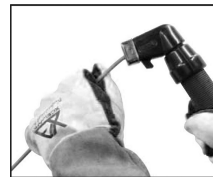

FIGURE 7.
5. Placez l'électrode dans le porte-électrode et serrez solidement (Fig. 7).